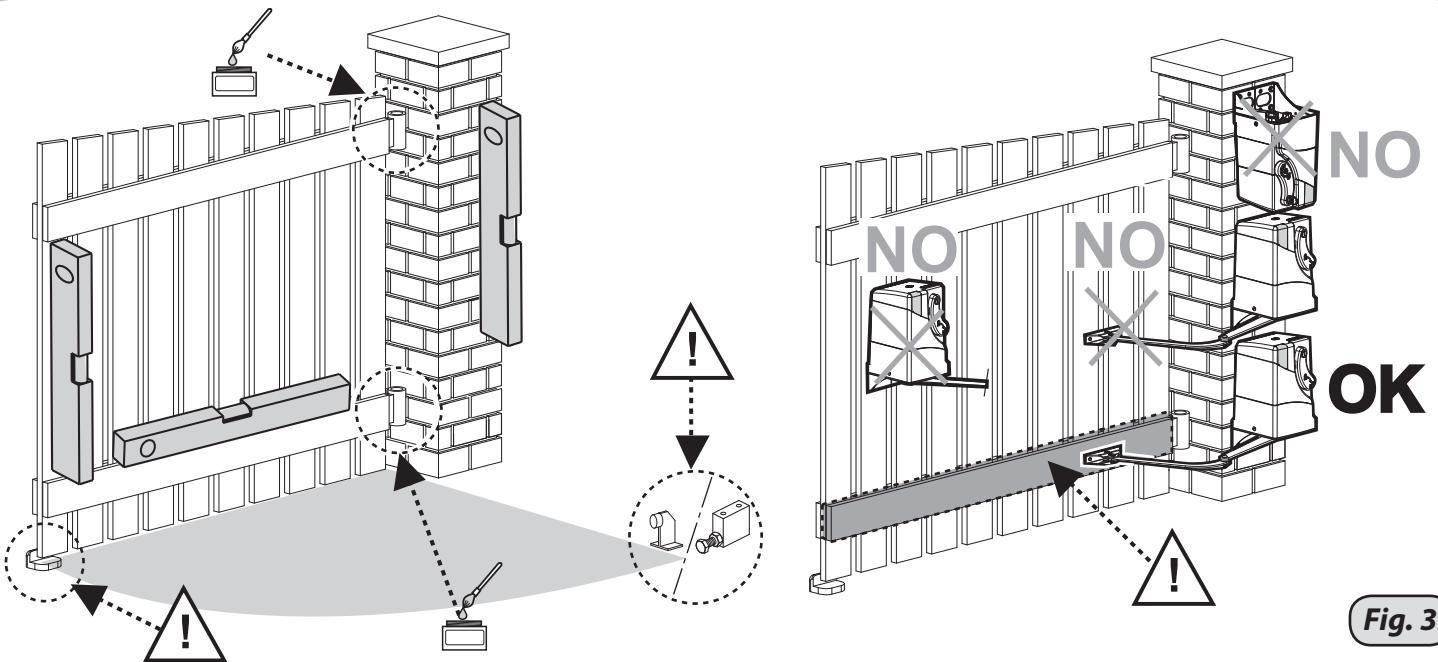

Fig. 3
- Verificare l'idoneità dei cardini e delle cerniere di movimento dell'anta, togliendo tutti gli attriti ed eventuali impuntamenti durante tutto il movimento dell'anta, installando sistemi anticaduta come prescrivono le normative di sicurezza nelle installazioni di porte e cancelli (fig.3)
- L'anta e la struttura portante del cancello devono essere ben strutturati e devono avere una sufficiente rigidità ad essere automatizzati (fig.3)
- L'attacco del braccio articolato sull'anta (10 fig.6) deve essere fissato in corrispondenza di un rinforzo o su di un traverso strutturale (fig.3)
- Verify the suitability of the gate pivots and hinges, removing all friction and any jamming during gate movement, installing fall protection systems as required by door and gate installation safety norms (fig.3).
- The gate must be properly structured and must be properly rigid to take an automatic system (fig.3).
- Articulated arm attachment on the gate (10 fig.6) must be secured in correspondence of a reinforcement or on a structural beam (fig.3).
- Vérifier la conformité des gonds et des charnières de mouvement du vantail, en éliminant tous les frottements et les éventuels blocages durant le mouvement complet du vantail, et en installant des systèmes antichute comme le prévoient les normes de sécurité dans les installations des portes et des portails (fig.3).
- Le vantail et la structure porteuse du portail doivent être solidement fixés et suffisamment rigides pour être automatisés (fig.3).
- La fixation du bras articulé sur le vantail (10 fig.6) doit être effectuée au niveau d'un renfort ou sur une structure transversale (fig.3).
- Eignung von Angeln und Scharnieren des Torflügels prüfen, Reibungspunkte an der Bewegung entfernen und Fallschutzvorkehrungen treffen, wie sie von Sicherheitsvorschriften für Tür- und Toranlagen gefordert sind (Abb. 3)
- Torflügel und Tragestruktur müssen kräftig strukturiert und für einen Automatikantrieb ausreichend stabil sein (Abb. 3).
- Der Anschluss des Gelenkarms am Flügel (10 Abb. 6) muss an einer Verstärkung oder einen Tragebalken befestigt werden (Abb.3).
- Verificar la idoneidad de los cardanes y de las cremalleras de movimiento de la hoja, retirando todas fricciones y posibles enganches durante todo el movimiento de la hoja, instalando sistemas de anti caída tal y como prescriben las normativas de seguridad en las instalaciones de puertas y puertas de exteriores (fig.3)
- La hoja y la estructura portante de la puerta externa deben estar bien estructuradas y tener una suficiente rigidez para ser automatizadas (fig.3).
- El enganche del brazo articulado sobre la hoja (10 fig.6) debe ser fijado en correspondencia de un refuerzo o sobre un travesaño estructural (fig.3).
- Controleer of de (klap)scharnieren voor de beweging van de draaipoort geschikt zijn, door alle wrijving en eventuele blokkeringen in het bewegingsveld van de draaipoort te verwijderen en vanginstallaties te installeren zoals wordt voorgeschreven door de veiligheidsnormen voor de installatie van poorten en hekken (afb.3).
- De draaipoort en de dragende structuur moeten goed gestructureerd en stevig genoeg zijn om te kunnen worden aangedreven (afb.3)
- De bevestiging van de scharnierarm op de draaipoort (10 afb.6) moet ter hoogte van een versterking of een structurele dwarsbalk worden aangebracht (afb.3)